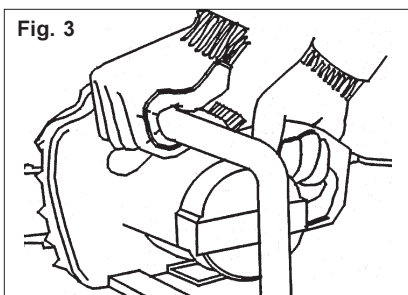

Fig. 3
- Tenez la scie fermement avec les deux mains lorsque le moteur est en marche. Le pouce et les doigts doivent encercler fermement les poignées (Fig. 3).